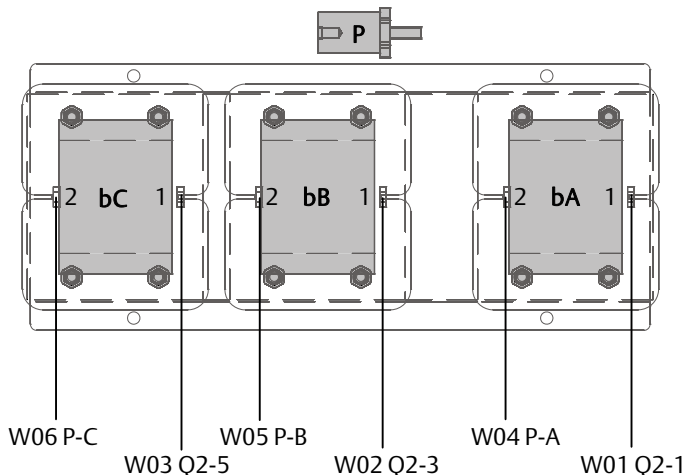

Figure 8-3 Соединения индукторов (1)
- б) Ссылаясь на Figure 8-3, подключите один конец W31 ~ W36 к индуктору А, В, и С соответственно. При помощи винтов M6 × 16 SEMS, M6 плоских шайб и гаек присоедините их к клеммам. Значение крутящего момента 4,8 Нм.